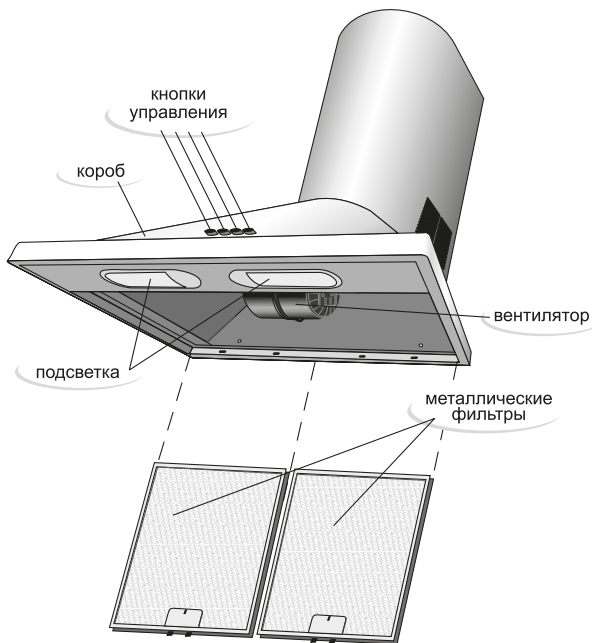
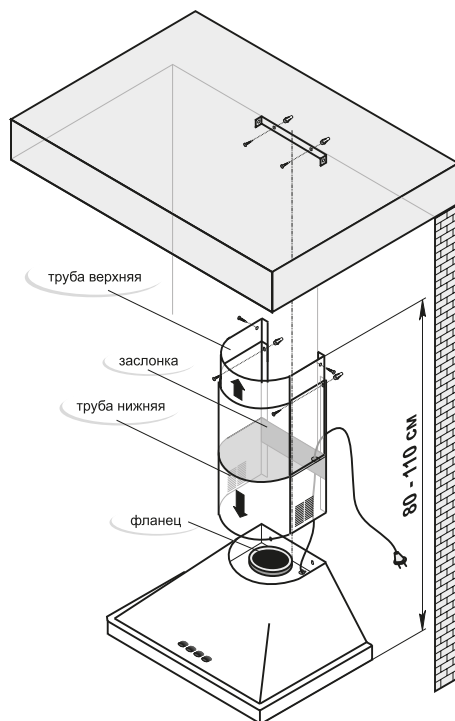

Рис. 1
Рис. 5
5.1 Внутри короба воздухоочистителя (рис. 1) располагаются вентилятор и узел подсветки. Снизу короб закрывается металлическим фильтром. На передней поверхности короба расположены кнопки управления работой воздухоочистителя. В верхней полости короба воздухоочистителя (рис. 5) находится фланец для отвода очищенного воздуха.
ВНИМАНИЕ: МИНИМАЛЬНОЕ РАССТОЯНИЕ МЕЖДУ ПЛОСКОСТЬЮ УСТАНОВКИ ПОСУДЫ НА ПЛИТУ (НАГРЕВАТЕЛЬНОЙ ПОВЕРХНОСТЬЮ) И ВОЗДУХООЧИСТИТЕЛЕМ ДОЛЖНО БЫТЬ 75 СМ. ВОЗДУХООЧИСТИТЕЛЬ КРЕПИТЬ НА РОВНУЮ ПОВЕРХНОСТЬ (РИС.5)!